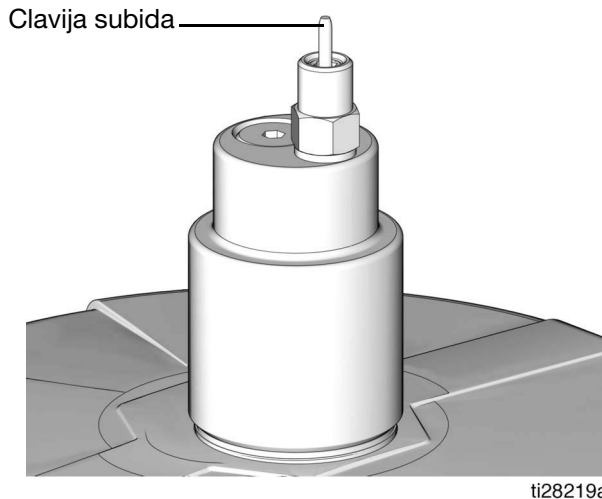

Fig. 18
3. Retire la cubierta antipolvo amarilla del acoplador de llenado (M).
4. Conecte la manguera de suministro (J) entre la bomba de la estación de llenado remoto (F) y el puerto del acoplador de llenado (marcado con una "I").
5. Ponga en marcha la bomba de la estación de llenado remoto (F).
6. Cuando se llene el depósito G5 (D):
- la bomba de la estación de llenado remoto (F) se para en presión (sin flujo),
- la válvula de desconexión de llenado automático salta (FIG. 18),
- el manómetro (R) aumenta hasta la presión establecida en la bomba de llenado.
2. Desconecte la manguera de suministro (J) de la desconexión rápida (V).
3. Encienda la bomba de la estación de llenado remoto (F) y llene el depósito (D) de la G5 hasta que suba la clavija indicadora de la válvula de desconexión de llenado automático (B) (consulte la FIG. 18). La presión de la bomba de llenado (F) aumenta y la bomba se para en presión.
4. Corte el suministro de aire (H) hacia la bomba de llenado (F).
6. Desconecte la manguera de suministro (J) de la desconexión rápida (V).